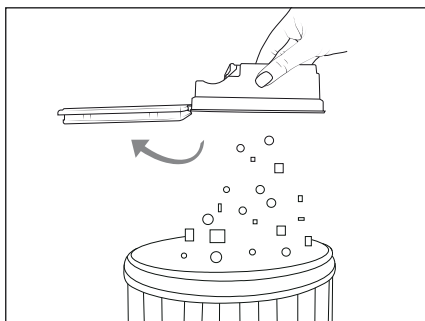

Fig. 8
- 3) Esvazie o reservatório de pó **12** para um caixote do lixo (ver fig. 8).